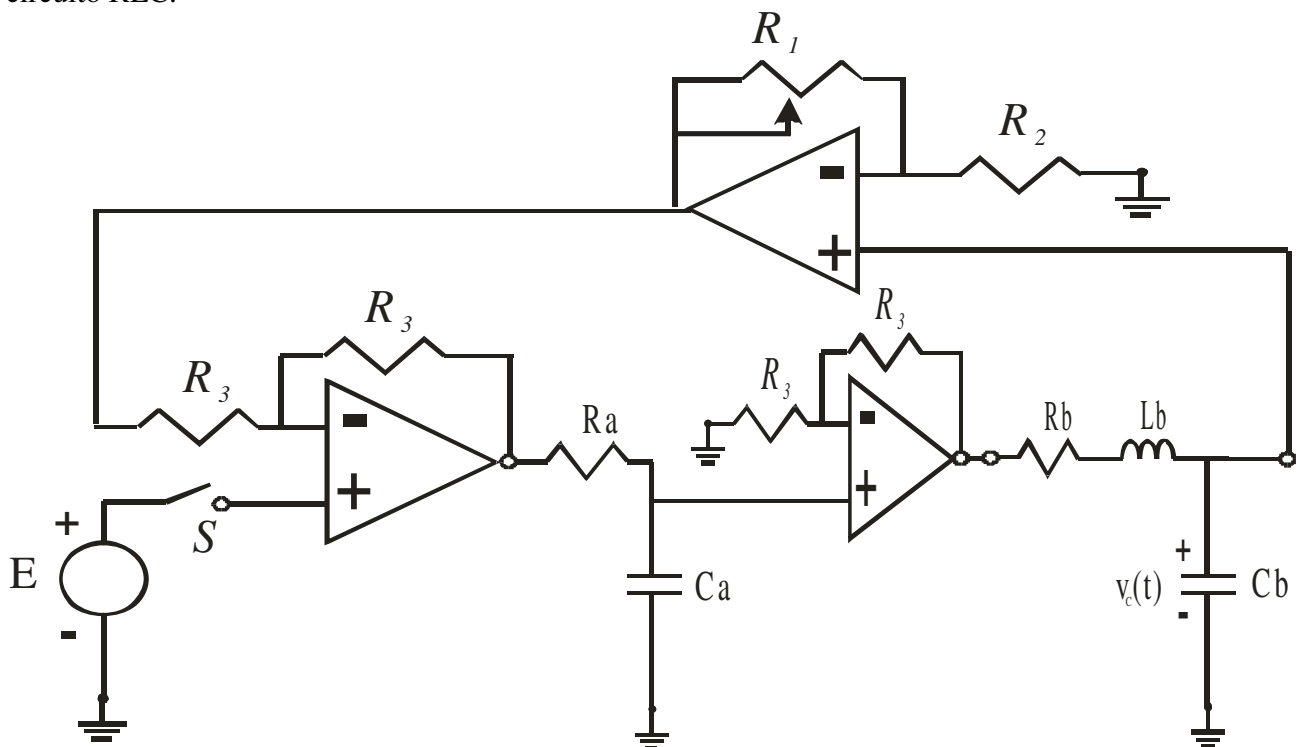

Figura 1: Controle por realimentação estática de saída de um circuito RLC.
- Construa um modelo em diagrama de blocos para o circuito da Figura 1, apresentando as funções de transferência de cada um dos blocos;